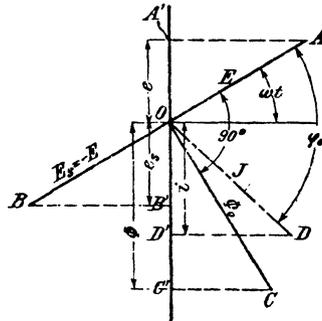

Fig. 130.
Stellt man  $e$  und  $\Phi$  als die Projektionen von Vektorgrößen dar, so ergibt sich das in Fig. 130 dargestellte Diagramm, aus dem das Gesetz (29) folgt:
Dreht man in Fig. 130 den Vektor  $\Phi_0$  vertikal nach unten, so ist in diesem Augenblick  $\Phi = \Phi_0$ , während der Strom, der diese Kraftlinienzahl erzeugt, den Wert  $\overline{OF} = J \cos(90 - \varphi_0) = J \sin \varphi_0$  besitzt (Fig. 131).